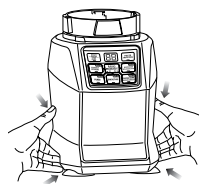

Fig. 9
- 18 Pour relâcher le bloc-moteur du comptoir ou du plateau de la table, placez vos mains sous les deux côtés du bloc-moteur et tirez doucement l'appareil vers le haut et vers vous-même. (Fig. 9)